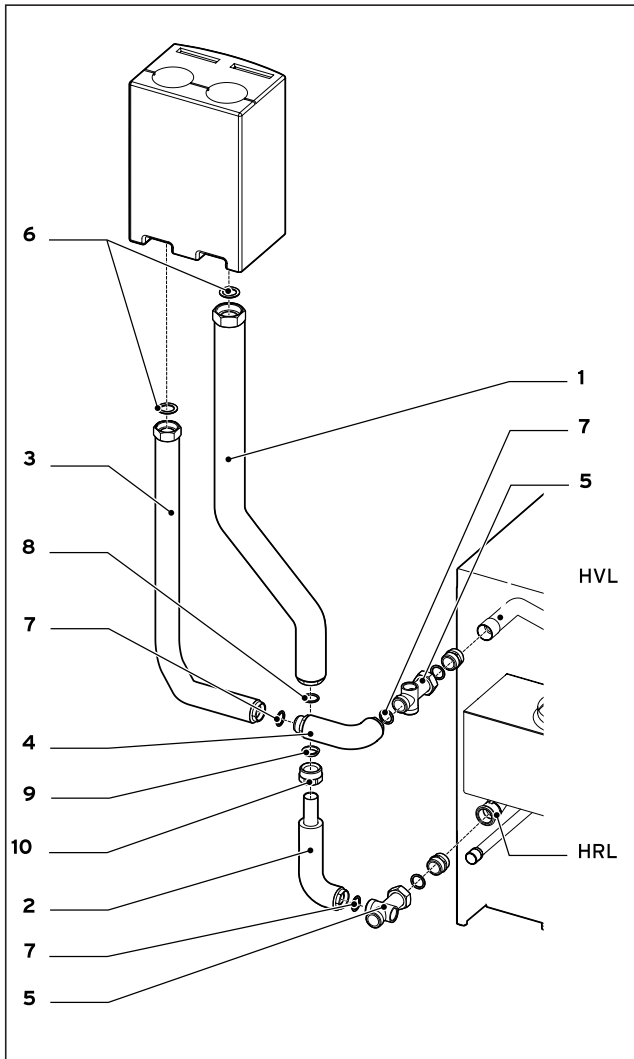

Fig. 2 : Montage de la tuyauterie de raccordement sur le modèle atmoVIT exclusiv, perpendiculaire à la chaudière
- Assembler le tuyau de départ en vissant les deux éléments (3) et (4).
- Enfiler le mamelon de serrage (10), la bague de serrage (9) et le joint torique (8) sur l'extrémité du tuyau retour 2 (2) (fig. 2).
- Assembler le tuyau retour en emboîtant les deux éléments (1) et (2). Sur le modèle atmoVIT classic, raccourcir si nécessaire au préalable l'isolation du tuyau de retour 2 (2) d'env. 70 mm, étant donné que la profondeur d'insertion du tuyau est ici plus importante que sur le modèle atmoVIT exclusiv.